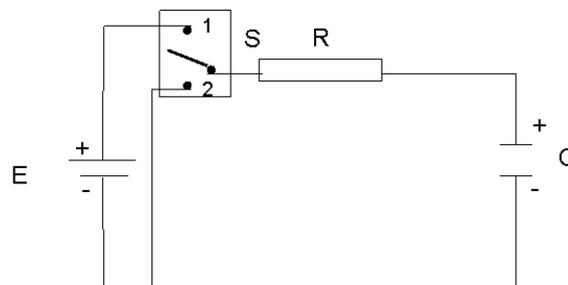

Figura 6.2.: Circuito RC
Vamos agora estudar o comportamento de um capacitor em um circuito simples como o mostrado na figura 6.2.
Estando o capacitor da figura 6.2, inicialmente descarregado, a chave S é então ligada, no instante $t=0$, na posição **1**; assim, o resistor é inicialmente submetido a uma diferença de potencial E, estabelecendo-se uma corrente inicial máxima igual a $I_0 = E/R$. O fluxo de carga através do resistor começa então a carregar o capacitor. A Presença de carga no capacitor cria, através do mesmo, uma diferença de potencial igual a (Q/C) , o que faz com que a diferença de potencial nos
- 1.3 Monte o circuito da figura 6.2, com a chave S inicialmente aberta em 0.